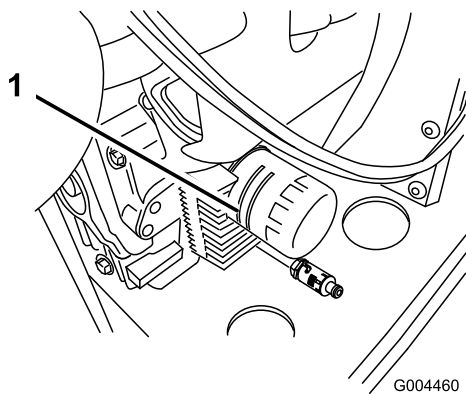

Figura 35
2. Retire el filtro usado y limpie con un paño la superficie de la junta del adaptador del filtro (Figura 35).